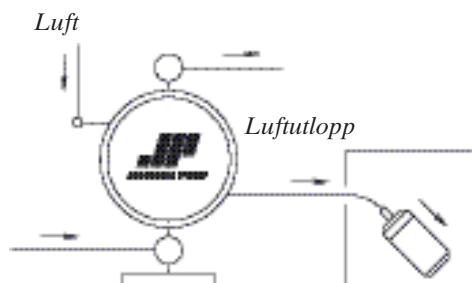

Fig 4.2
- Luftutloppet skall riktas utåt och aldrig tillbaka till den vätska som pumpen är dränkt i (se fig 4.2 för lämpligt arrangemang).